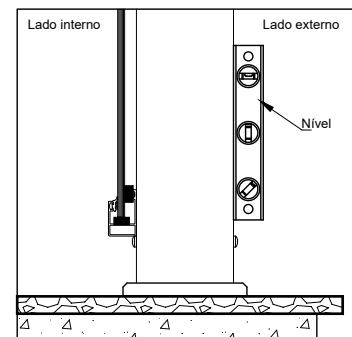

figura 7: Verificação do guarda-corpo com nível aferindo o prumo.
f) Antes de realizar a fixação lateral da cantoneira, é recomendado verificar o prumo do guarda-corpo com um nível e ajustar caso necessário, conforme figura 7.